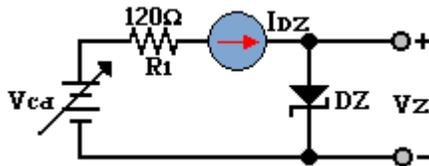

Figura 2.2
- Arme el circuito de la figura 2.2 y repita el paso 2, anotando sus resultados en la tabla 2.2.